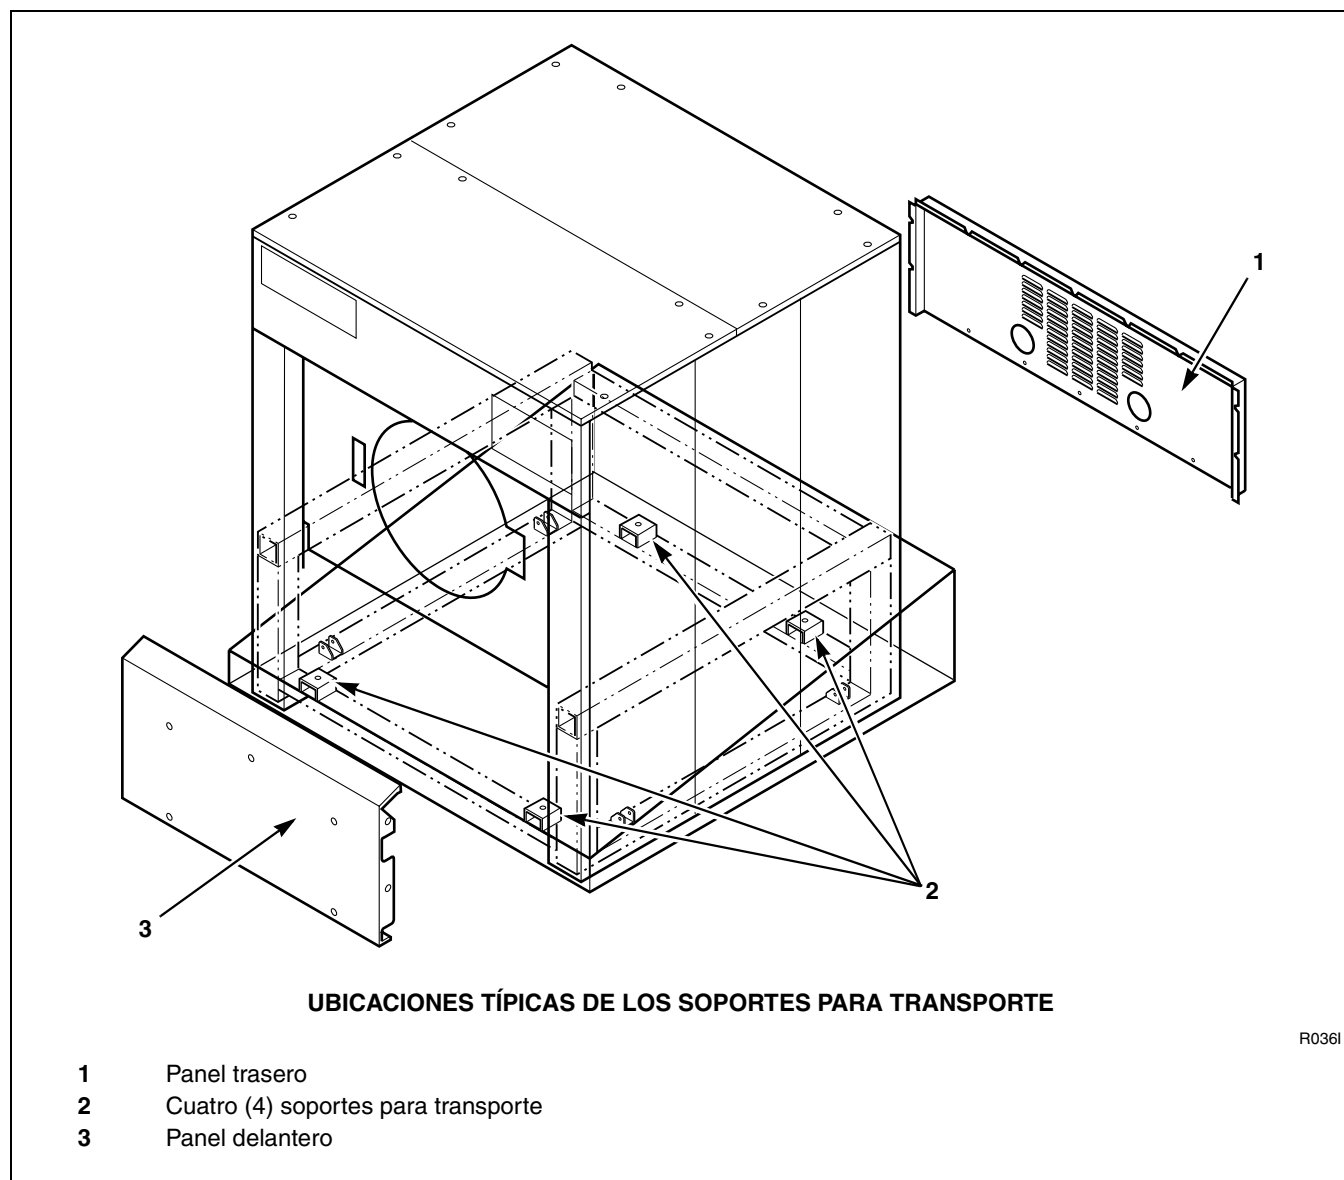

Figura 13
9. Saque los cuatro soportes rojos que se utilizan para asegurar la lavadora extractora durante el transporte. Consulte la *Figura 13*.